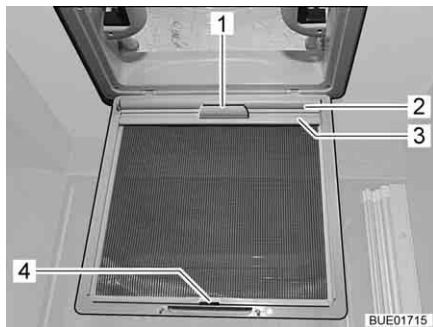

Fig. 94 Persiana oscurecedora enrollable
- Extraer la persiana oscurecedora enrollable (Fig. 94,2) por el tirador (Fig. 94,1) y enganchar el listón de sujeción (Fig. 94,3) en el gancho (Fig. 94,4) en la protección contra insectos.
- Desenganchar el listón de sujeción (Fig. 94,3) del gancho (Fig. 94,4) y regresar la persiana oscurecedora enrollable (Fig. 94,2) lentamente por el tirador (Fig. 94,1).